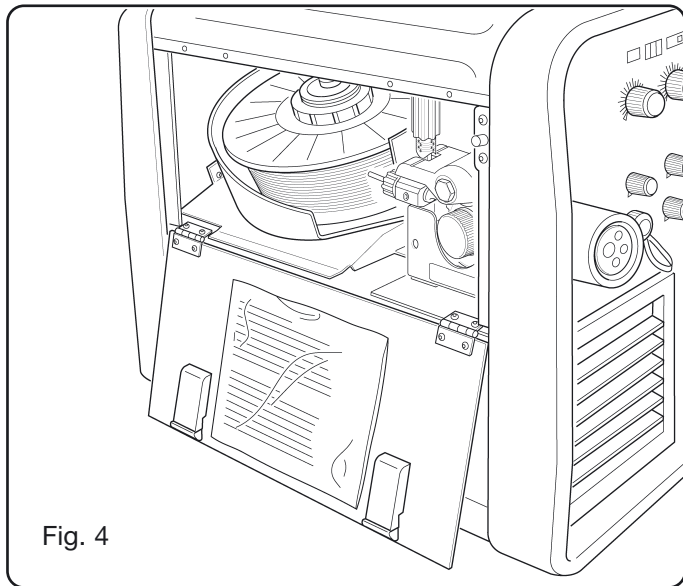

Fig. 4
- Choisir le programme à utiliser de la liste située à l'intérieur d'une enveloppe dans le panneau latéral mobile (Fig.4).